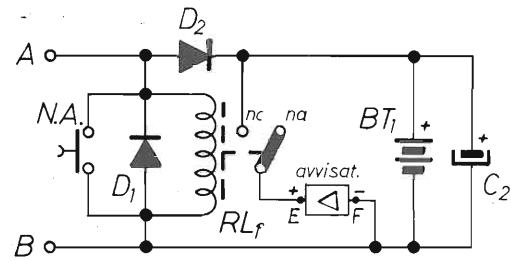
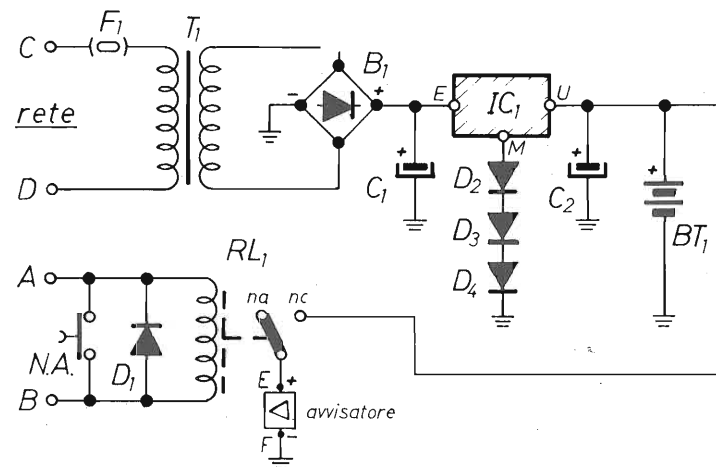

figura 6 - Controllo e protezione TIPO1.
figura 7 - Controllo e protezione TIPO2.
1) con batteria caricata direttamente dalla centrale (figura 6); 2) con alimentazione completamente svincolata dall'altra (figura 7).
Utilizzando gli avvisatori autoalimentati di figura 6 e 7, che utilizzano come sensore di allarme la caduta a zero della tensione proveniente da centrale ogni manomissione sarà denunciata.
Le due versioni del circuito di protezione dell'avvisatore sono: 1) Un solo relé (sempre eccitato) e due diodi (figura 6). Il relé, normalmente eccitato, mantiene disalimentata la sirena mentre allo stesso tempo la batteria si mantiene in carica mediante D2. Se si manomette la connessione bifilare con la centrale (A e B) il relé si diseccita, facendo suonare la sirena; se il malintenzionato riconnette i fili invertiti il diodi D1 farebbe saltare il fusibile. Il pulsante S invece pone in corto le connessioni se si apre il contenitore.